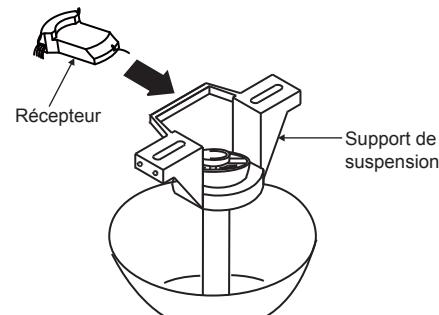

Fig. 12
Étape 3. Insérez le récepteur dans le support de montage du plafond avec le côté plat du récepteur face au plafond. (Fig. 12) Pour optimiser la performance, assurez-vous que l'antenne Noir, sur l'extrémité du récepteur, est toujours étendue et non entortillé avec des fils électriques.